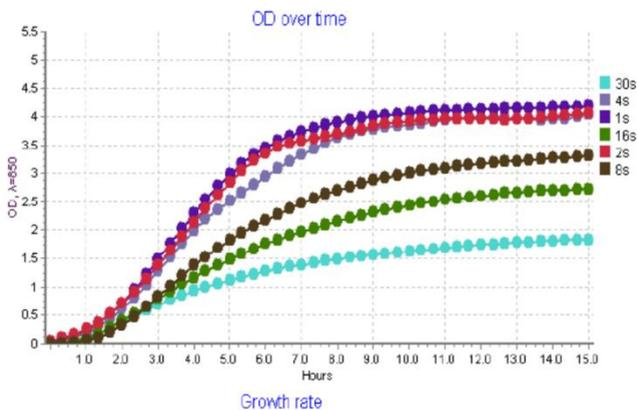
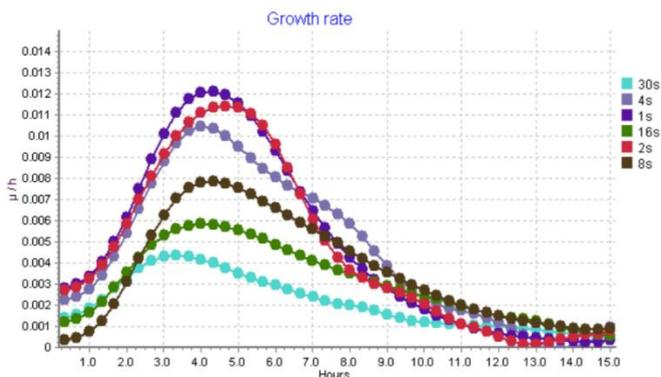

Рисунок 5. Влияние частоты реверсивного вращения на динамику роста ($\Delta OD_{\lambda=850 \text{ nm}}/\Delta t$) по отношению к времени ферментации (τ).
Рисунок 6. Влияние частоты реверсивного вращения на скорость роста ($\Delta OD_{\lambda=850\text{nm}}/\Delta t$) по отношению к времени ферментации (τ)
Известно, что аэрация влияет на рост и скорость роста аэробных микроорганизмов. Частота реверсивного вращения влияет на скорость поступления кислорода в пробу. Полученные результаты указывают на то, что максимальная скорость деления клеток отмечается при частоте 1 реверсивное вращение в секунду (1 c^{-1}), при скорости 2000 об/мин. Увеличение пауз между реверсивными вращениями ведет к снижению скорости роста клеток, достигая 50% от максимального значения, когда частота реверсивного вращения равна 30 c^{-1} (см. рис. 5. и рис. 6.).
8.2.1. Описание эксперимента (рис. 5.): Применялось устройство регистрации роста клеток в режиме реального времени RTS-1 / RTS-1C со светодиодом с длиной волны 850 нм; используемый микроорганизм: *Escherichia Coli* BL21; объем среды Лурия-Бертани в пробирке Falcon емкостью 50 мл составляет приблизительно 15 мл; частота реверсивного вращения (RSF) 1, 2, 4, 8, 16, 30 c^{-1} ; частота измерений (MF) составляет приблизительно 10 мин^{-1} ; скорость вращения реактора 2000 об/мин; температура 37°C ; диаметр пор фильтра (для аэрации) 0,25 мкм.